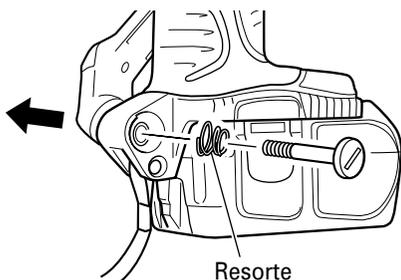

Fig. 12
- (b) Saque el gancho y el resorte. (Fig. 12)